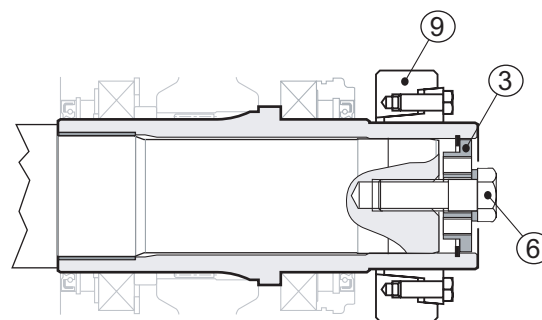

fig. 17
Substituir a barra (pos. 4) com o parafuso (pos. 6), apertando-o totalmente, aplicando uma força como indicado na tabela “torques de aperto” da seção 9.1, utilizando, além disso, uma fita veda-rosca média; A Piv Posiplan aconselha LOCTITE 601. Para o aperto do disco de contração, consultar o capítulo n.º 5.1.3 “Montagem com disco de contração” (ver a fig. 17).